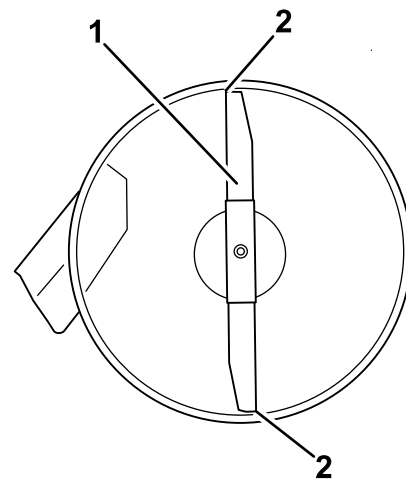

Figure 54
- 4. Faites pivoter les lames avec précaution pour faire passer les pointes avant à l'arrière (Figure 54).
- 5. Mesurez la distance entre la pointe de la lame avant et la pointe de la lame arrière par rapport à la surface plane (Figure 54).
9. Une fois le réglage effectué, vérifiez à nouveau l'inclinaison avant/arrière des lames; continuez d'ajuster l'écrou jusqu'à ce que la pointe avant de la lame soit de 1,6 à 8 mm (1/16 à 5/16 po) plus bas de la pointe arrière (Figure 54).